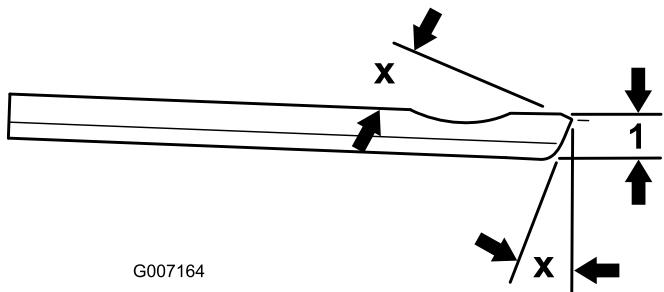

図 19
**注** ベッドナイフの推奨研磨角度は、上面、前面とともに 3~7度です（図 19）。